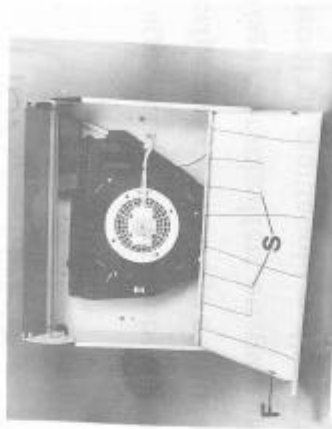

Fig. 3
- Entfernen sie das Gitter, indem sie den Sperrriegel F betätigen (Abb. 3).
- a) Lösen Sie den Fettfilterhalter, indem sie den Sperrriegel „F“ betätigen (Um dem Fettfilterhalter vollkommen herauszuziehen, lassen Sie ihn nachdem Sie ihn geöffnet haben, nur auf einer Seite nach vorn gleiten, bis sich der Stift aus der Ose befreit (Abb. 3)).